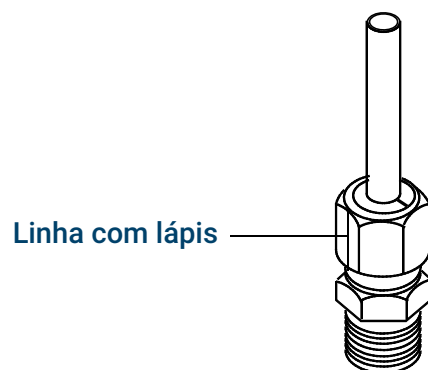

Figura 20. Marcação da conexão
6. Marque uma linha com lápis na porca. Consulte **Figura 20**.